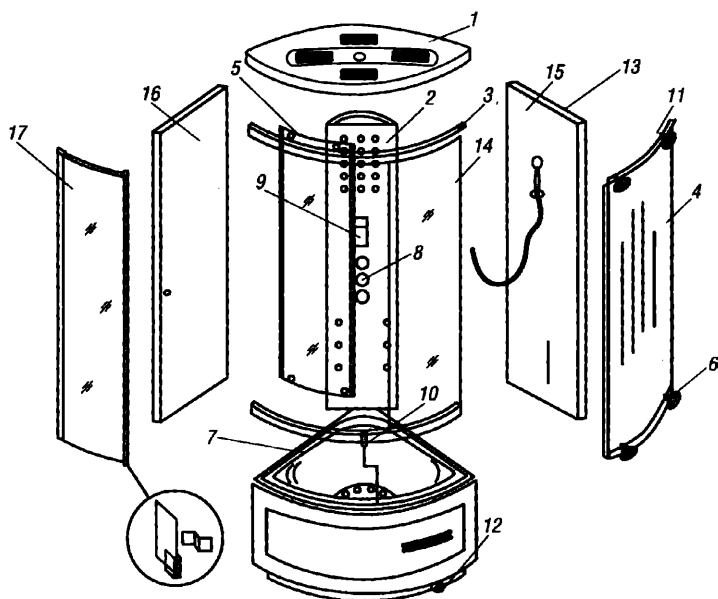

Рис. 103. Душевая кабина:
- установите душевую крышу на собранную конструкцию и закрепите ее крепежными шурупами и болтами (рис. 103);